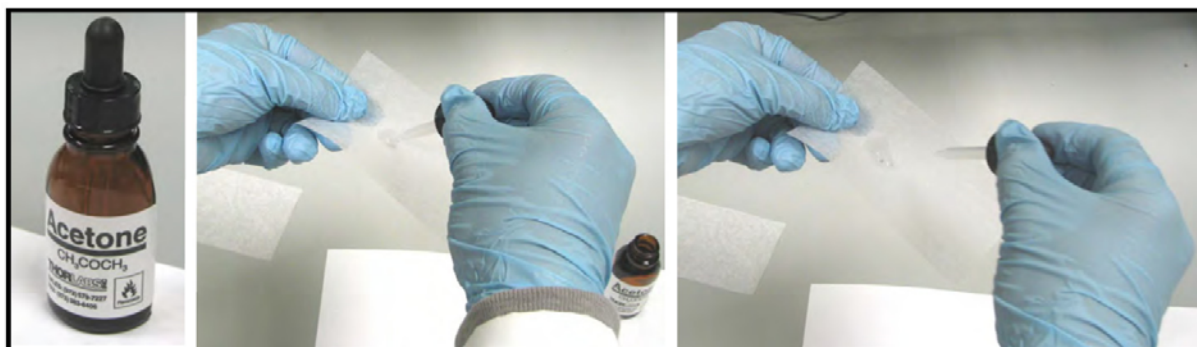

図81：分析グレードのアセトンを使用する
- レンズティッシュを1枚用意し、レンズティッシュの狭い範囲をごく少量の分析グレードのアセトンで湿らせます。（レンズティッシュは軽く湿らせるだけです。通常、1滴のアセトンで十分です。）垂らしたアセトンがレンズティッシュの長手方向全体にわたって吸収されるよう、レンズティッシュを傾けます（図 81 を参照）。